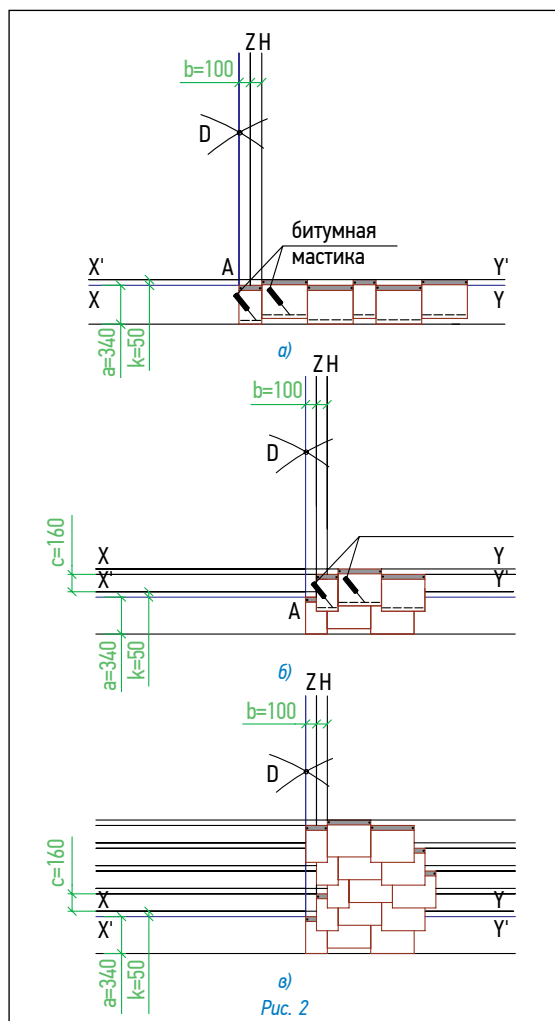

Рис. 2
Укладка материала (рис. 2)
- укладка черепицы начинается от линии AD, при этом верхний край листов выравнивается по линиям XY и X'Y' (рис. 2а);
- листы укладываются встык и фиксируются двумя гвоздями на расстоянии 2,5 см от верхнего края (рис. 2а), по нижнему краю черепица фиксируется битумной мастикой;
- листы второго ряда черепицы укладываются от линии Z, их верхний край выравнивается по линиям, параллельным XY; каждый лист фиксируется двумя гвоздями (рис. 2б);
- третий ряд укладывается от линии H, четвертый — от линии Z, пятый — от линии AD, (рис. 2в);
Каждый лист крепится двумя гвоздями в штатных местах, в соответствии с рекомендациями, приведенными выше (рис. 2б).